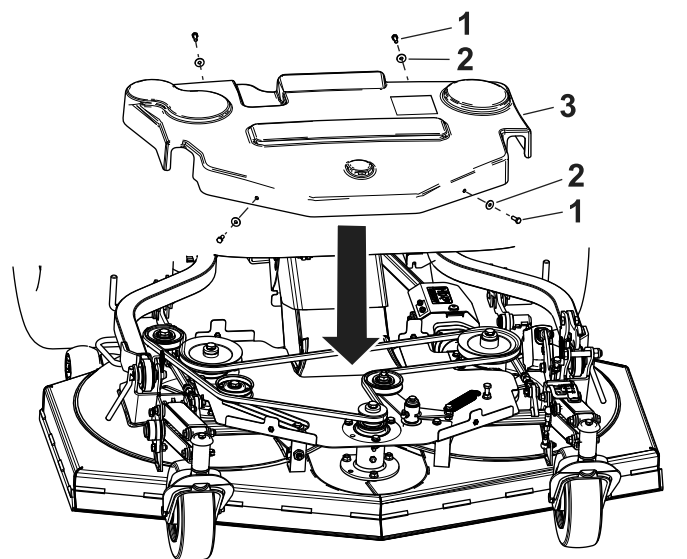

Figure 93
1. Enlevez les 2 boulons et les rondelles à l'avant du protège-courroie (Figure 93).
2. Enlevez les 2 boulons et les rondelles à l'arrière du protège-courroie (Figure 93).
1. Reposez le protège-courroie sur la courroie (Figure 93).
2. Remettez les 2 boulons et les rondelles à l'avant du protège-courroie (Figure 93).
3. Remettez les 2 boulons et les rondelles à l'arrière du protège-courroie (Figure 93).